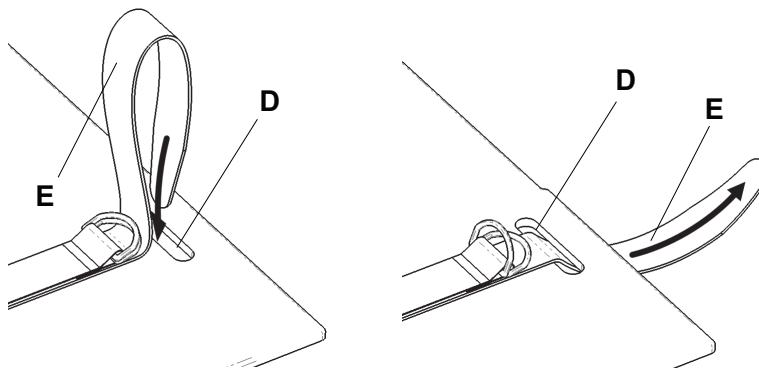

Figura 2 – Inserte las correas de fijación
8. Pase la correa de fijación (E) por el orificio del respaldo Fowler (D) (Figura 2).